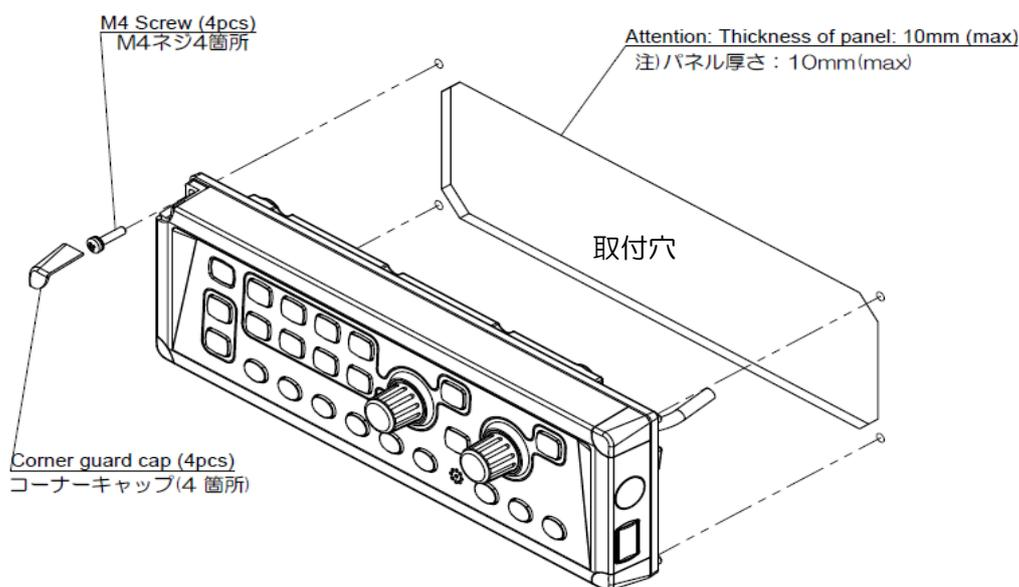
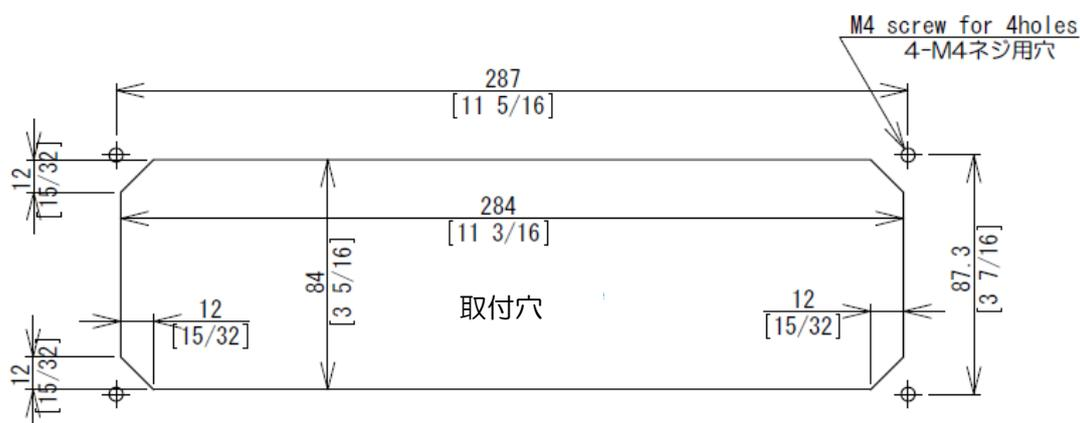

図 1.5 操作部のフラッシュマウント取付図
図 1.6 操作部のフラッシュマウント取付穴加工図
- (1) 設置場所に取り付穴をあけます。(図 1.6 参照)
- (2) 操作部枠の四隅にあるプラスチック製のコーナーキャップを外します。(上に引き抜くと簡単に外れます)
- (3) 操作部と取付穴が合うか、ハメ合わせを確認します。不具合があれば取付穴を修正します。
- (4) 操作部と接続ケーブルを開口穴に入れ、操作部を取り付け面と平衡になるようにします。(図 1.5)
- (5) 操作部を設置する場所 (取付穴) にはめ込み、4mm のタッピングネジ (または M4 なべ小ネジ) 4 本で固定します。(4mm ネジは取り付け部の厚さに応じたネジを手配してください。)
- (6) (2) 項で外したコーナーキャップを差し込みます。